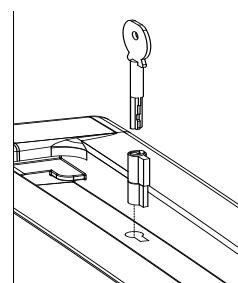

Рис.1
3. Установите замок в посадочное место.(Рис.1).